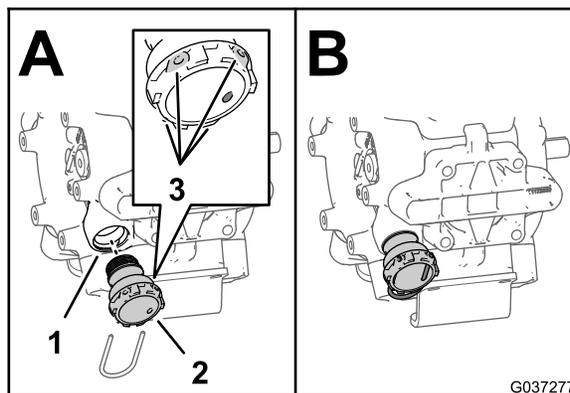
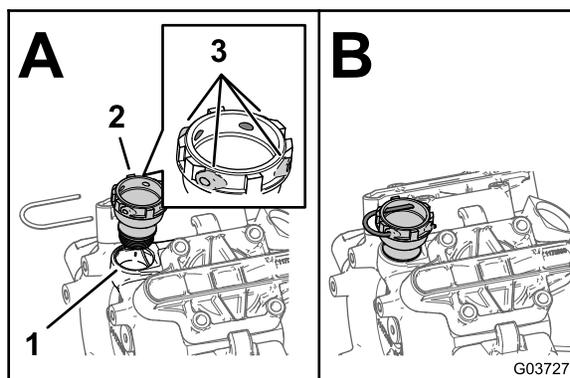

图5
图6
- 将 11/4 英寸 (31.8mm) 接头装入泵的压力端口 (图5或图6)。